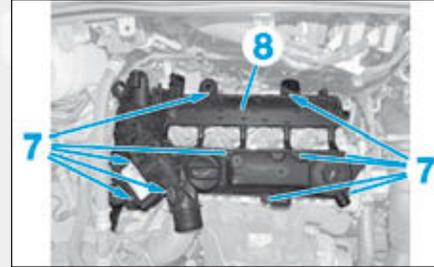

FIG.52
- Ecarter le faisceau d'injection (4).
- Déposer la canalisation de recyclage des gaz d'échappement (5).
- Désaccoupler le tuyau à dépression (6).
- les vis (7) (Fig.52),
- le collecteur d'admission d'air (8).